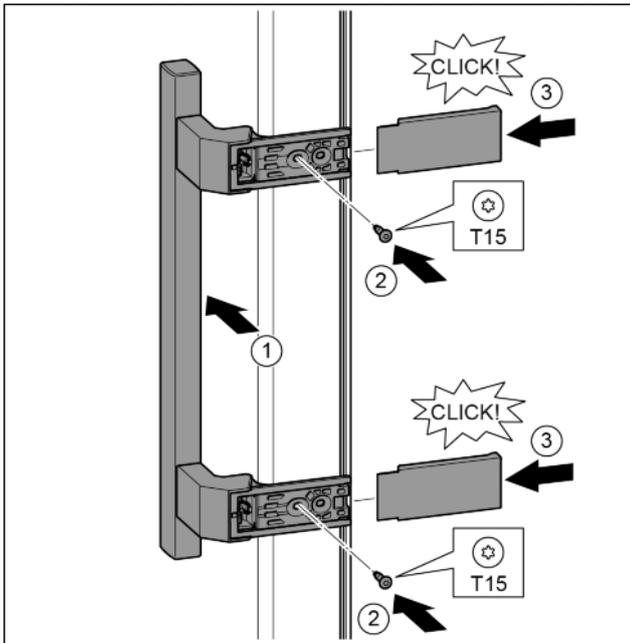

Fig. 16
- ▶ Pielieciet rokturi pretējā pusē. Fig. 16 (1)
- ▶ Ar skrūvgriezi T15 pieskrūvējiet skrūves. Fig. 16 (2)
- ▶ Sānos pielieciet un uzbīdiat pārsegus. Fig. 16 (3)